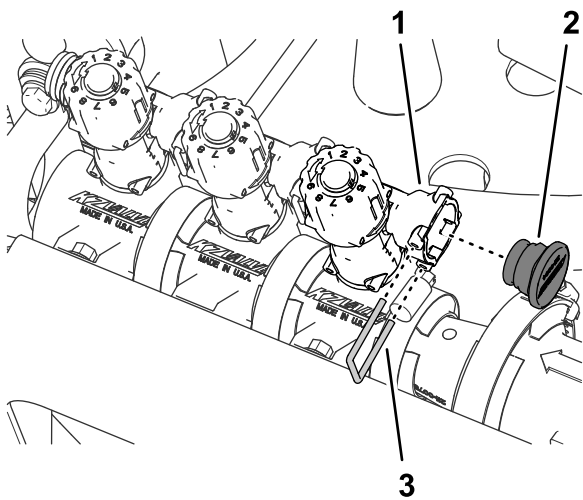

Figura 67
8. Monte a tampa na tomada de ligação rápida da válvula de distribuição (**Figura 67**).
9. Prenda a tampa à tomada de ligação rápida com o retentor que retirou no passo 3 (Figura 67).